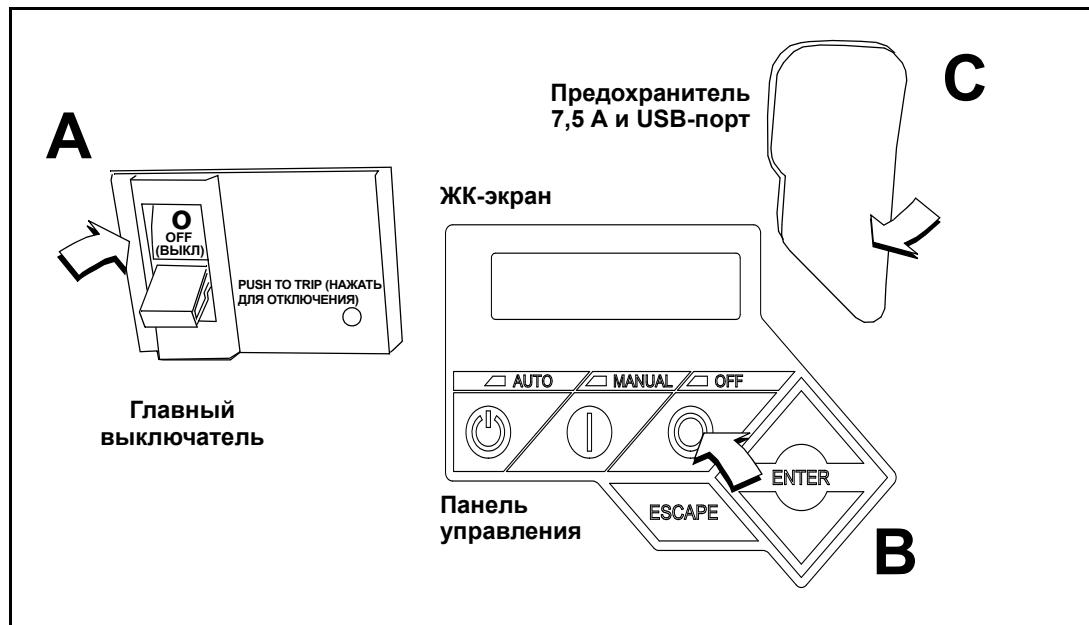

Рис. 5-5. Панель управления генератора
2. Переведите главный выключатель вниз в положение OFF (ВЫКЛ) (Разомкнутое положение). См. пункт «A» на Рис. 5-5.
3. Нажмите OFF (ВЫКЛ) на панели управления. Сработает красный светодиод, подтверждающий выключение системы. См. пункт «B» на Рис. 5-5.
5. Приподнимите защитный резиновый клапан, покрывающий держатель для предохранителя, и извлеките предохранитель 7,5 А. См. пункт «C» на Рис. 5-5.